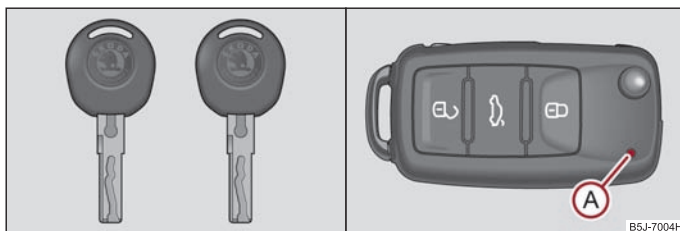
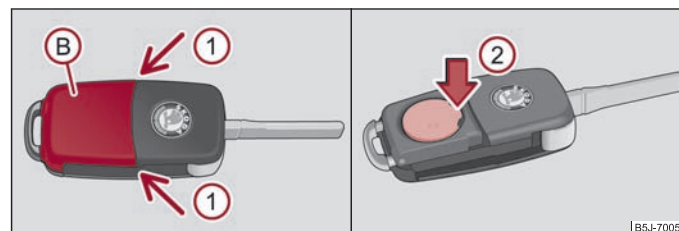

Fig. 23 Jeu de clés sans télécommande / Jeu de clé avec clé à radiocommande
Fig. 24 Clé à radiocommande - enlever le couvercle / sortir la pile
Deux clés sont livrées avec le véhicule. Selon l'équipement, votre véhicule peut être doté de clés sans radiocommande ⇒ fig. 23 - à gauche ou d'une radiocommande* ⇒ fig. 23 - à droite.
Chaque clé à radiocommande possède une pile placée sous le couvercle (B) ⇒ fig. 24. Lorsque la pile est déchargée, le témoin de contrôle rouge (A) ⇒ fig. 23 ne clignote pas après avoir appuyé sur une touche de la télécommande. Remplacez la pile comme suit:
- Tirez prudemment sur le couvercle au niveau des flèches ①.
- En poussant la pile vers le bas, au niveau de la flèche ②, vous pouvez sortir la pile déchargée de la clé ⇒ fig. 24.